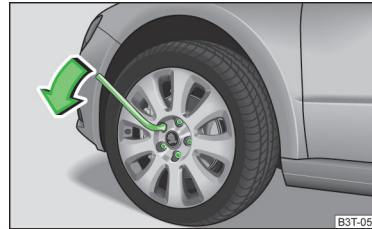

Abb. 177
- Am Schlüsselende fassen und die Schraube etwa **eine** Umdrehung in Pfeilrichtung drehen » Abb. 177.
- Am Schlüsselende fassen und die Schraube entgegen der Pfeilrichtung drehen » Abb. 177, bis diese fest ist.